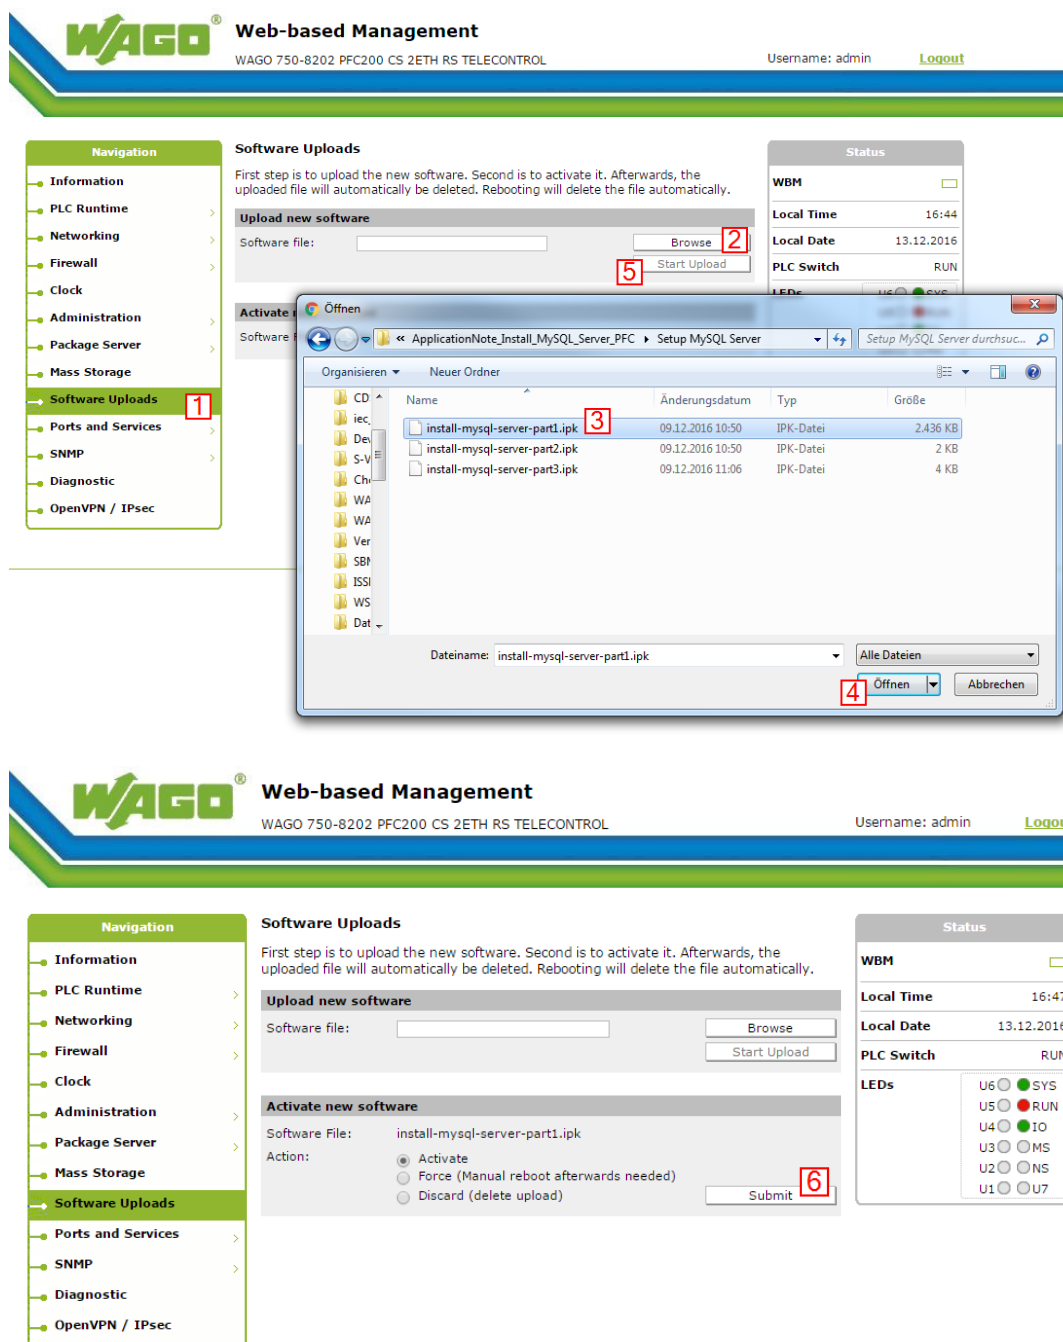

Abbildung 3. Upload der IPK Dateien im WBM
5. Navigieren Sie zum Reiter „Software Uploads“ (siehe Abb. 3 - 1)).
6. Drücken Sie die Schaltfläche **[Browse]** und wählen die erste IPK-Datei „install-mysql-server-part1.ipk“ aus. Drücken Sie anschließend die Schaltfläche **[Öffnen]**, um die Datei auszuwählen (siehe Abb. 3 - 2), 3) & 4)).
7. Beginnen Sie den Upload durch Drücken der **[Start Upload]**-Schaltfläche (siehe Abb. 3 - 5)).
8. Nachdem der Upload abgeschlossen ist, müssen Sie die IPK-Datei aktivieren. Dazu den Haken bei „Activate“ setzen und durch die Betätigung der Schaltfläche **[Submit]** die Auswahl bestätigen (siehe Abb. 3 - 6)).